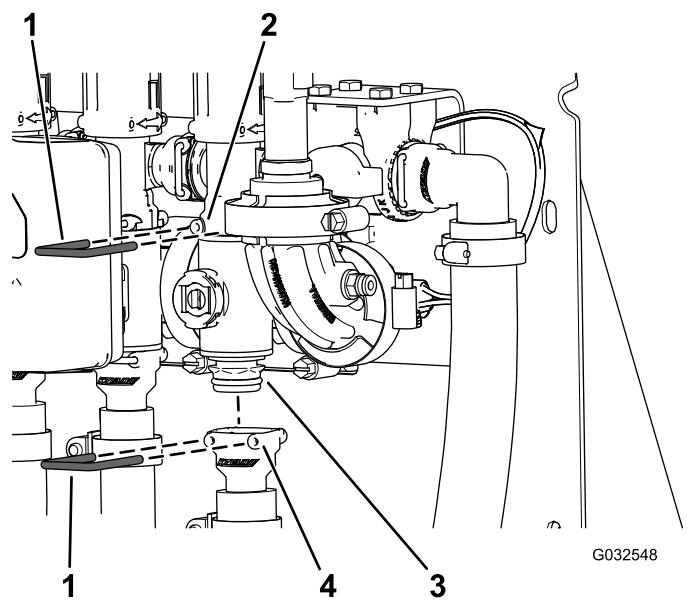

Figure 109
2. Retirez l'étrier qui fixe le collecteur de vanne de section sur le raccord de dérivation (Figure 109).